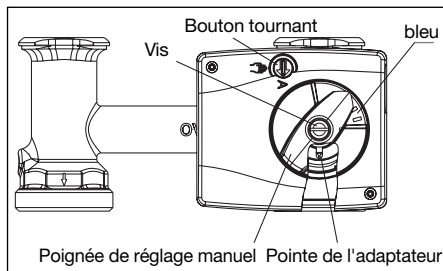

Fig. 5.4 Vanne mélangeuse à 3 voies aller à droite
4. Insérer l'affichage du sens de rotation (voir fig. 5.4).